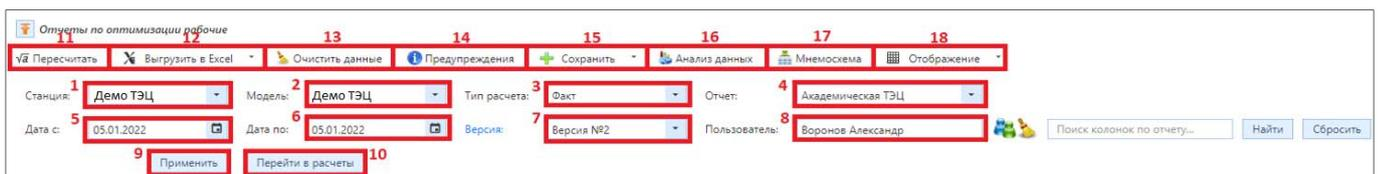

Рисунок 4.7.2 – Визуализация подраздела «Отчеты по оптимизации рабочие»
На рис. 4.7.2 представлена структура подраздела «Отчеты по оптимизации рабочие».
Последовательность действий для просмотра результатов проведенного оптимизационного расчета приведена согласно нумерации на рис. 4.7.2:
Цифрами на рис. 4.7.2 обозначено:
После нажатия кнопки (9) «Применить» (рис. 4.7.2) отобразится отчет по результатам оптимизационного расчета (рис. 4.7.4).